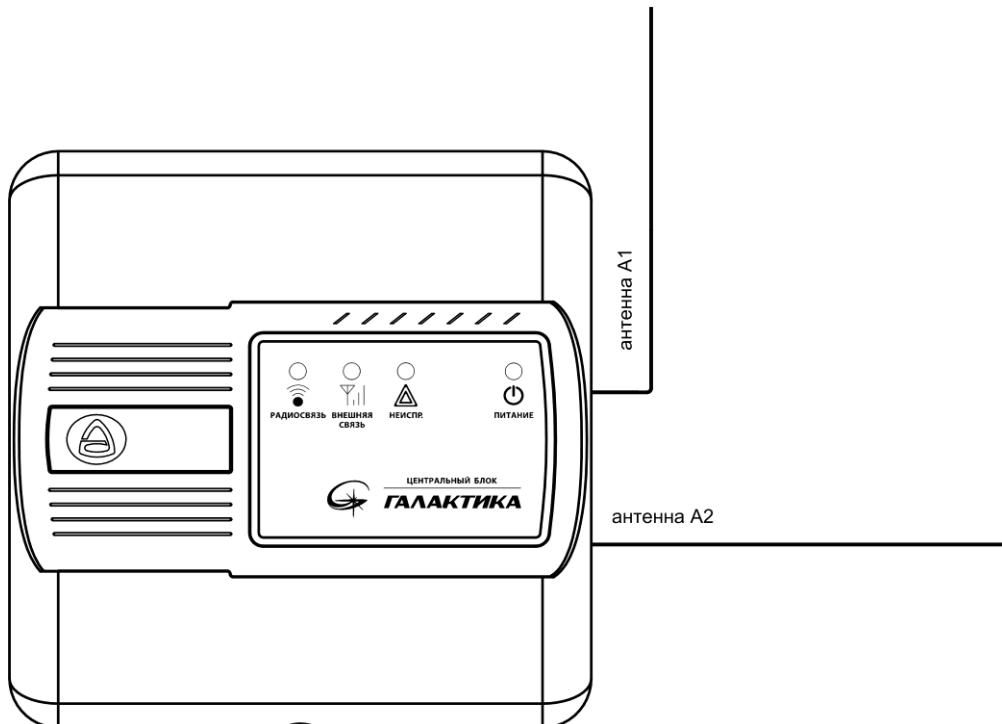

Рис.1 Общий вид ЦБ с подключенными антеннами
3.1.1 На панель индикации ЦБ (см. рис.1) выведены светодиодные индикаторы: контроля состояния питания – «ПИТАНИЕ», контроля связи с радиоустройствами – «РАДИОСВЯЗЬ», контроля GSM канала – «ВНЕШНЯЯ СВЯЗЬ» и контроля неисправностей – «НЕИСПР.» (описание индикации – см. п.3.5).